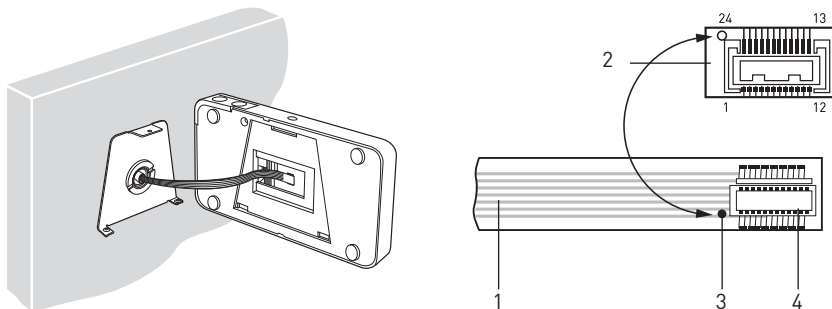

Рис.6. Подключение шлейфа к модулю видеотображения
4.7. Подключить разъем шлейфа внешнего модуля к разъему модуля видеотображения так, чтобы отмеченный маркером контакт на шлейфе совпал с контактом номер 24 (рис.6).